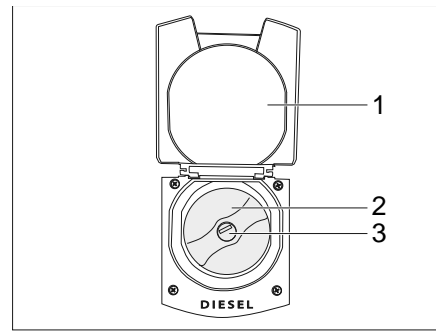

Bild 35 Geöffnete Verschlussklappe mit Kraftstoff-Einfüllstutzen
- Verschlussklappe (Bild 35,1) schließen.